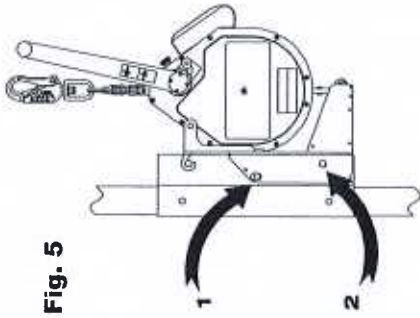

Fig. 5
5.5 Pose sur un dispositif à davier (Réf. Fig. 5)